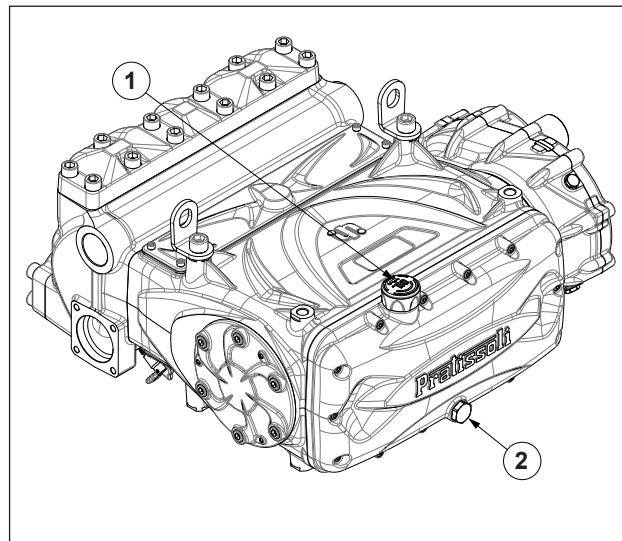

Fig. 3
Controlar el nivel de aceite y si es necesario restablecerlo utilizando la varilla del nivel de aceite pos. ①, Fig. 3.
Para controlar de manera correcta el nivel del aceite, la bomba debe estar a temperatura ambiente. El cambio de aceite se debe realizar con la bomba a temperatura de trabajo, quitando el tapón pos. ②, Fig. 3.